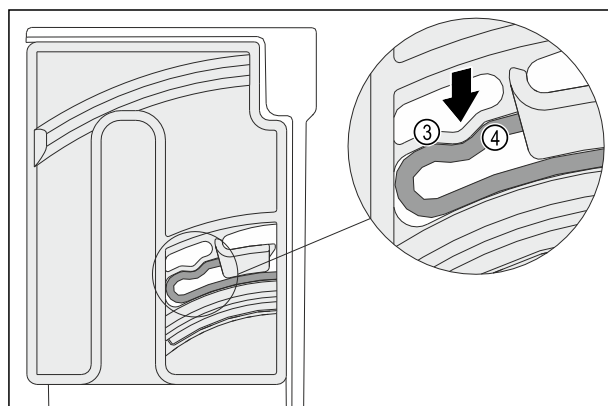

Fig. 147
- Elastičan element Fig. 147 (3) okretno jedinice čujno se ugavljuje u okrugli oblik žlijeba Fig. 147 (4).